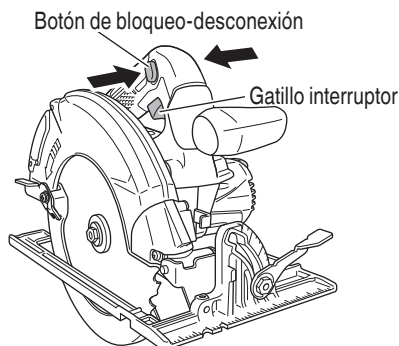

Fig. 22
3. Funcionamiento del interruptor (Fig. 22) (gatillo interruptor e interruptor de luz)
La carga de batería restante puede ser verificada presionando el interruptor para que el indicador luminoso de batería restante se ilumine en rojo. (Fig. 22)